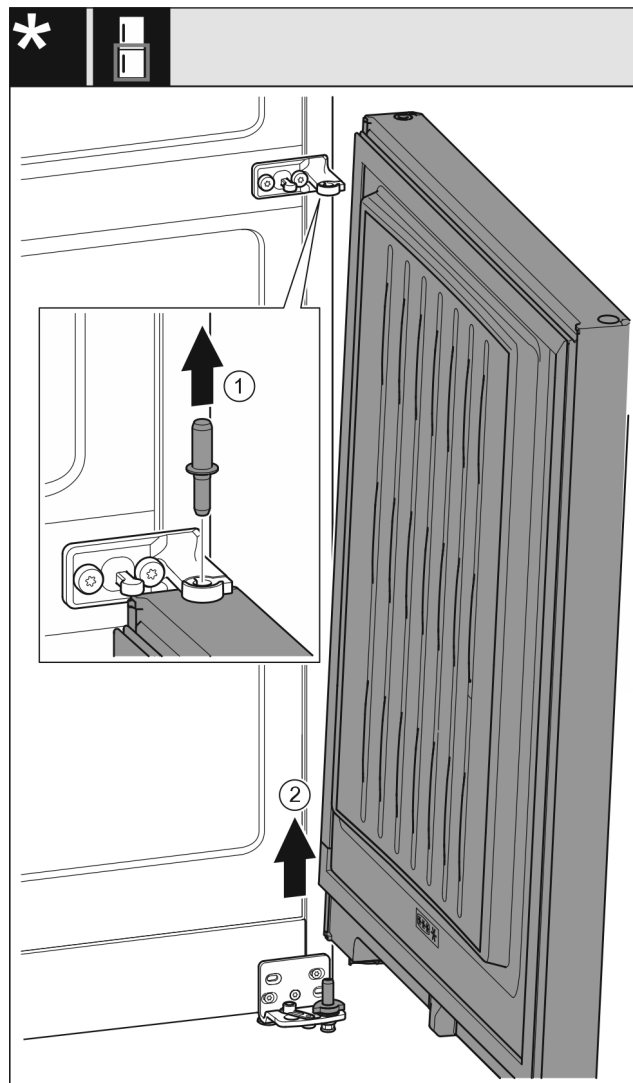

Fig. 9
- Dra ut stiftet Fig. 9 (1) uppåt.
- Sväng ut dörren Fig. 9 (2), dra den uppåt och ställ åt sidan.